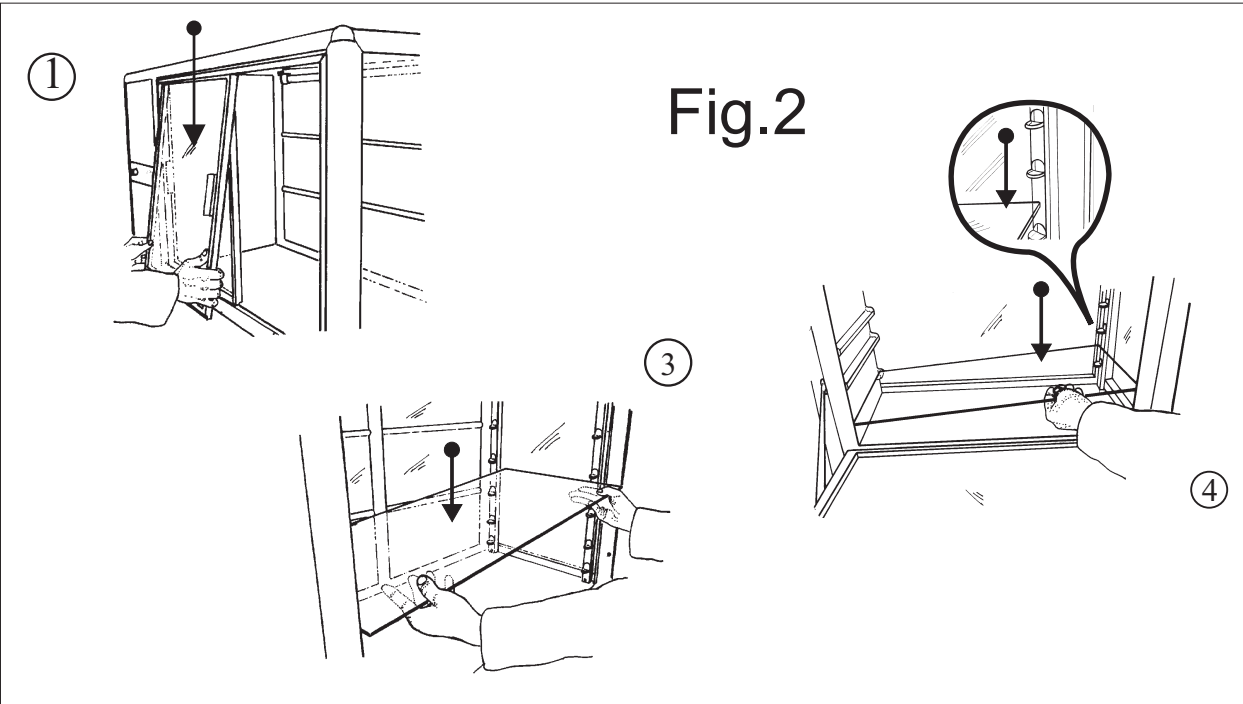

Fig.2
1. Rimuovere le ante della porta scorrevole, spingendola verso l'alto e poi sfilando il lato inferiore verso l'esterno. **2.** Togliere dall'imballaggio i piani riposti sopra l'apparecchiatura. **3.** Sistemare i ripiani alle varie altezze, appoggiandoli sulle mensole in plastica da un lato e sugli appositi sostegni dall'altro. **4.** La presenza di apposite protezioni sui sostegni evita il possibile scorrimento dei ripiani. **5.** Rimontare le ante della porta, avendo cura di porre entrambe le maniglie all'esterno (vedi Fig.2).